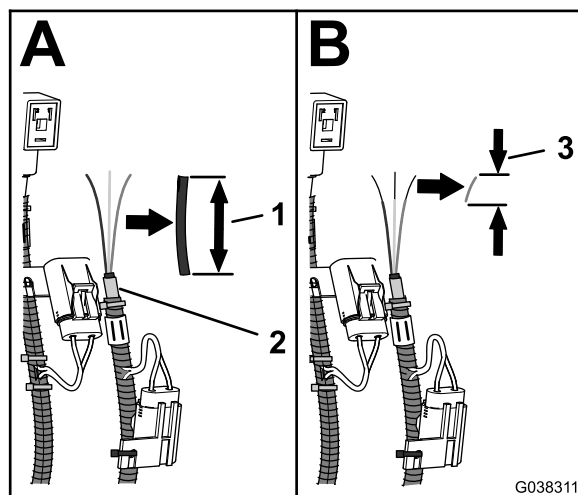

图33
6. 从 DIN 接头线束剥除 70mm 护套图33。
7. 从 DIN 接头线束的 3 条线上分别去除 8mm 绝缘体图33。